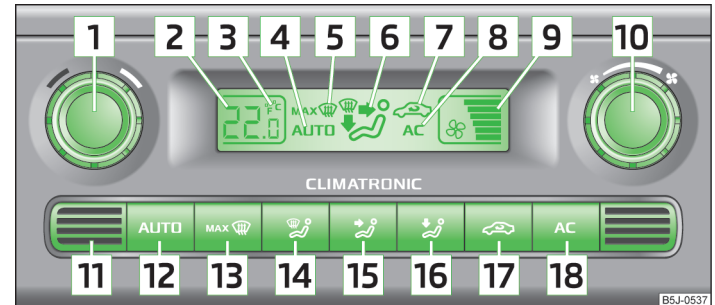

Abb. 84 Climatronic: Bedienungselemente
- (AC) 18 » Abb. 84 auf Seite 83 eingeschaltet.
- Die Taste (AUTO) 12 » Abb. 84 auf Seite 83 drücken.
Gleichzeitig die Tasten (AUTO) und (AC) » Abb. 84 auf Seite 83 drücken und halten. Im Display erscheinen die Angaben in der gewünschten Temperatur-Maßeinheit.
Im unteren Teil des Gerätes befindet sich der Innenraumtempersensord **11** » Abb. 84. Den Sensor nicht überkleben oder überdecken, sonst könnte die Climatronic ungünstig beeinflusst werden.
- › Die Taste **(AUTO)** **12** » Abb. 84 auf Seite 83 drücken, im Display wird **AUTO** angezeigt.
- › Nach dem Einschalten der Zündung kann mit dem Drehregler **1** » Abb. 84 auf Seite 83 die gewünschte Innenraumtemperatur eingestellt werden.
- › Die Taste  **17** » Abb. 84 auf Seite 83 drücken, im Display erscheint das Symbol .
- › Die Taste  **17** » Abb. 84 auf Seite 83 erneut drücken, das Symbol  im Display erlischt.
› Mit dem Drehregler  » Abb. 84 auf Seite 83 nach links (Gebläsedrehzahl verringern) bzw. rechts (Gebläsedrehzahl erhöhen) drehen.
› Die Taste   » Abb. 84 auf Seite 83 drücken.
› Die Taste   » Abb. 84 auf Seite 83 oder die Taste  erneut drücken.